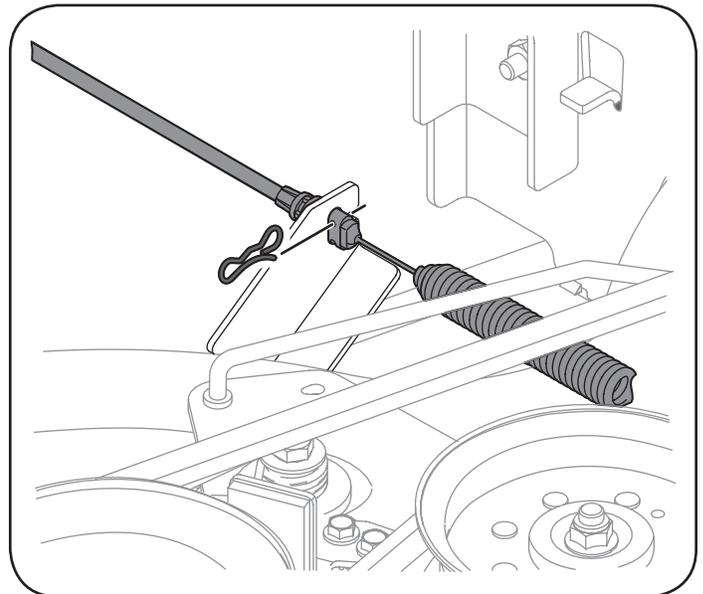

Figure 27
7. Retire con cuidado el cable del PTO de la parte posterior de la plataforma de corte quitando el pasador de corbata de lazo que lo asegura. Quite el resorte del soporte de la cubierta intermedio. Véase la Figure 27.